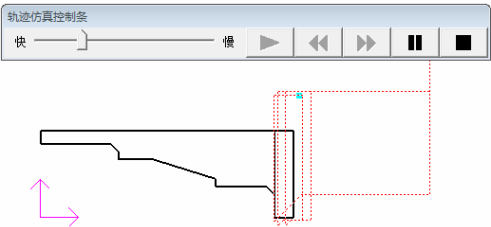

图 4-26 粗车加工端面轨迹仿真结果
8) 轨迹仿真。选择下拉菜单“数控车”→“轨迹仿真”命令，或直接单击“数控车工具”工具栏中的“轨迹仿真”按钮，系统在“命令提示”栏中显示“拾取刀具轨迹”，然后单击立即菜单，在立即菜单选项中选择“动态”，并设定步长大于0。单击已经生成的加工轨迹，轨迹变成红色表示被选中，然后单击鼠标右键结束选取，系统便弹出“轨迹仿真控制条”。单击开始键开始仿真，如图 4-26 所示。